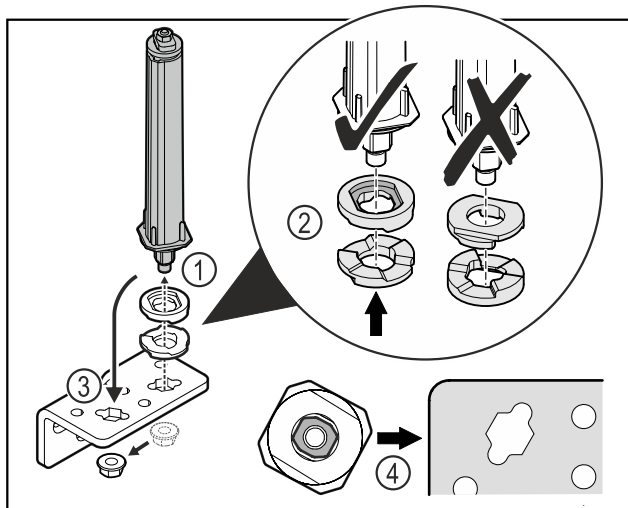

Fig. 42
- Dévisser l'écrou et retirer le système de fermeture de porte Fig. 42 (1).
- Veiller à ce que les rondelles de réglage de la hauteur soient correctement orientées Fig. 42 (2).
- Mettre le système de fermeture de la porte dans l'autre trou de l'équerre de charnière et le fixer avec l'écrou Fig. 42 (3).
- Lors de la mise en place, veiller à bien orienter le système de fermeture de porte Fig. 42 (4).